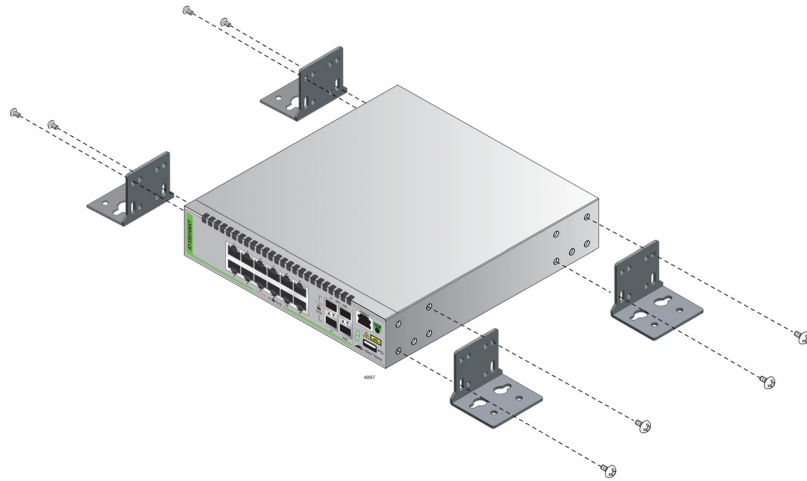

Рисунок 19. Крепление кронштейнов для крепления на стену
4. Прикрепите каждый из кронштейнов к коммутатору двумя винтами, которые должны располагаться по диагонали, как это показано на рис. 19.